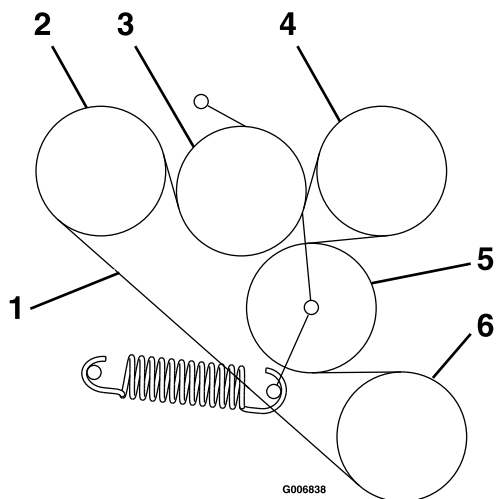

Figura 61
6. Posizionate la nuova cinghia sulle gole come mostrato nell'adesivo posizionato dietro lo schermo di azionamento sinistro (Figura 61).